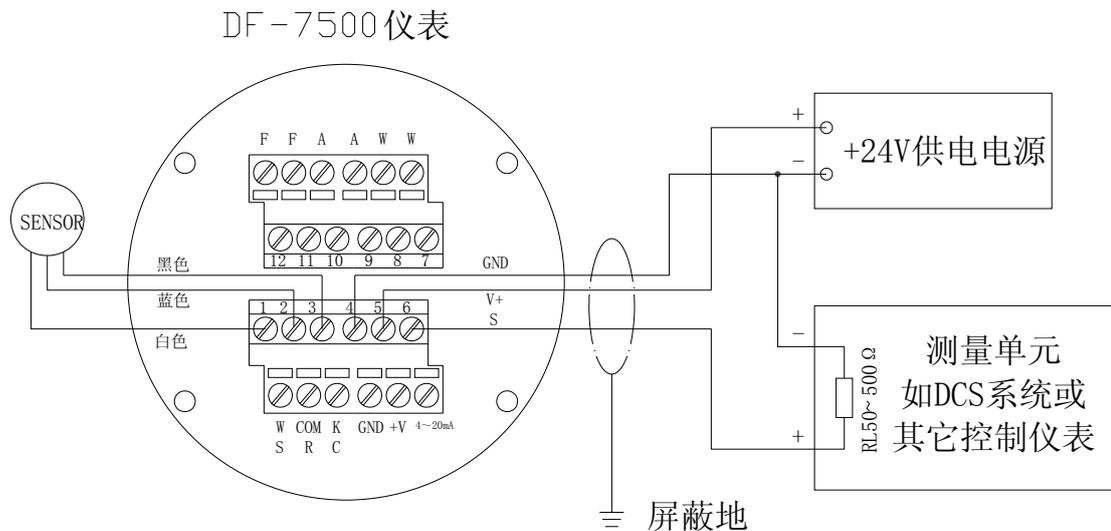
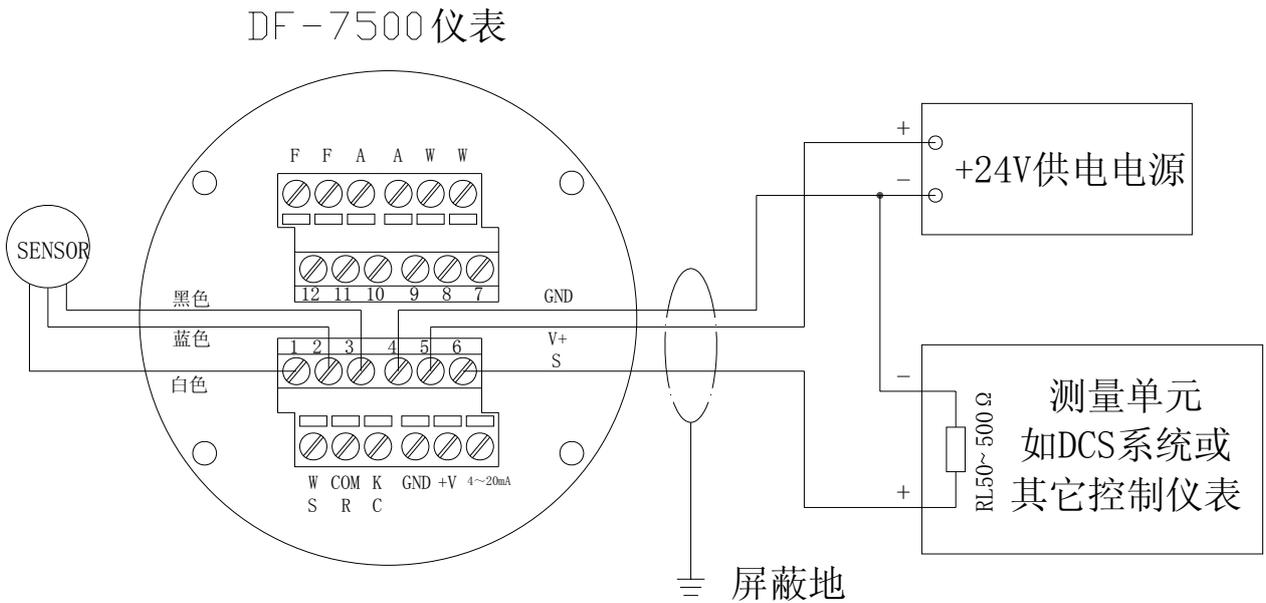
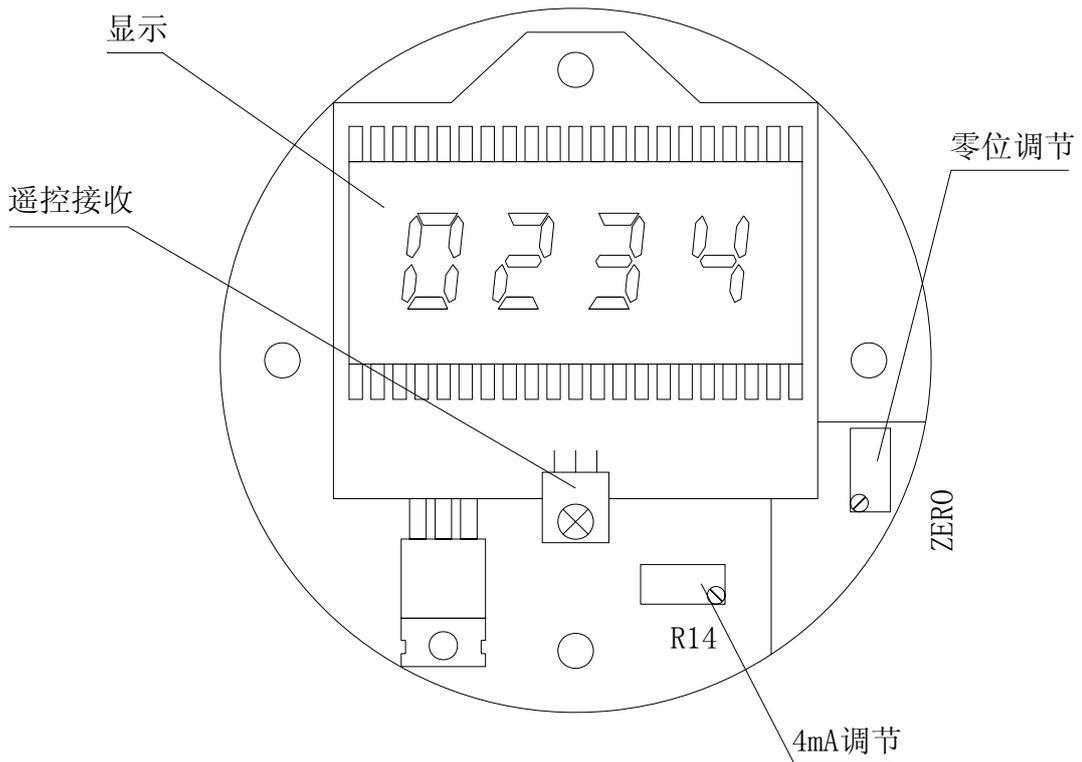

图 4: 前盒 4-20mA 信号及三级报警输出接线示意图
图 5: 后盒 4-20mA 信号输出及三对触点输出对外接线图
图 6: 前盒显示、遥控接收、调零内部线路示意图
探测器的前盒接线示意图参见图 4；后盒接线示意图见图 5；显示、遥控接收、调零内部线路示意图见图 6。前盒接线端子各引脚功能见表 1-1，后盒接线端子各引脚功能见表 1-2。
① **连接导线时务必切断电源。**
② 在打开盒盖前，务必先使用便携式可燃性气体检测仪检测周围的气体，确认环境中无可燃性气体(或毒性气体)存在。因为当盒盖打开并与电源连接时，可能会成为引爆环境中可燃性气体的点火源，导致损失及严重的伤害，甚至死亡。
③ 4~20mA 输出电流为仪表的标准信号电流，大多数数据采集系统或 P.L.C 系统可以直接接受这种 4~20mA 的信号。很多 P.L.C 系统也可以直接为变送器提供电源。探测器的对外接线参见“图 5、后盒 4-20mA 信号输出及三对常开触点输出对外接线图”、“图 5—1、DF-7500 与外部仪表接线图一”、“图 5—2、DF-7500 与外部仪表接线图二”和“表 1-2 探测器后盒接线端子各引脚功能”。
c、调节调零电位器 zero (参见图 6),使 LCD 显示为 00。
①切断电源；
②旋开并取下探测器后盒盖；
③参见图 5 旋松 W(或 S)、COM(或 R)、K(或 C) 端子上的螺丝，从接线端子上拆下探头连线。根据颜色辨明每一根接线的位置，以保证新探头接线正确；
④将旧的探头从盒中旋下、拿掉；
⑤取一只新的探头；
⑥将新探头的导线插入探测器的盒中，拧紧固定螺丝，将导线根据颜色接到相应的接线端子上；
⑦检查确认探头更换正确无误后，接通电源(务须确认周围无可燃性气体！)；
⑧按照“初始标定”的程序作初始标定；
⑨盖紧盒盖。